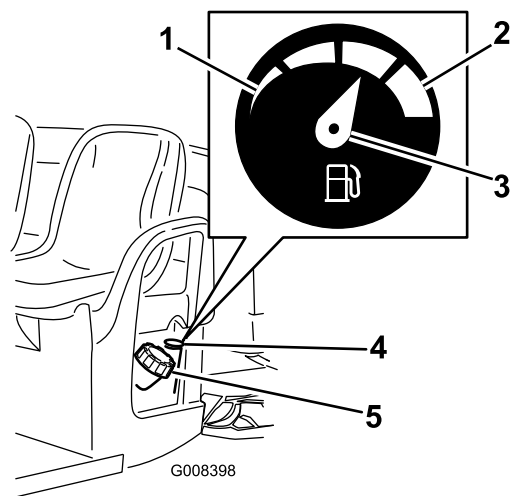

Figura 12
2. Pulite intorno al tappo del serbatoio del carburante (Figura 12).